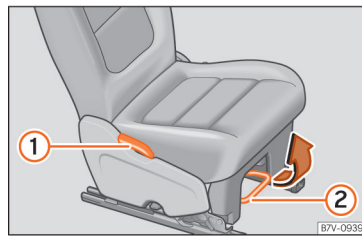

Abb. 130 Rücksitze einstellen.
- Den Hebel ziehen und Sitzlehne in die gewünschte Position bringen » Abb. 130 **1** » **1**. Die Sitzlehne muss nach dem Loslassen des Hebels einrasten!